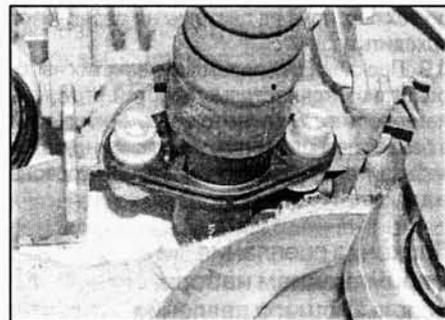

Рис. 4.9. Отверните крепёжные винты (с внутренним шестигранником под ключ Аллена)
- 9 Отверните крепёжные болты ключом Аллена и снимите главный цилиндр сцепления с кронштейна. Убедитесь в том, что резиновое уплотнение осталось на фланце главного цилиндра (рис. 4.9).